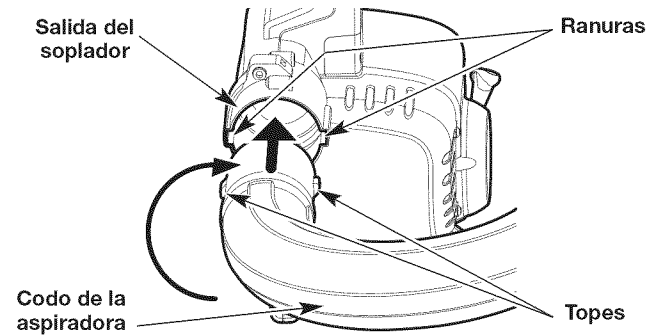

Fig. 9
1. Alinee los topes del tubo acodado de la aspiradora con las ranuras de la salida de la sopladora (Fig. 9). El extremo ancho del tubo acodado debe apuntar hacia la derecha.
2. Inserte el tubo acodado de la aspiradora en la salida de la sopladora (Fig. 9).
3. Gire el tubo acodado de la aspiradora hasta que calce en su lugar (Fig. 9).